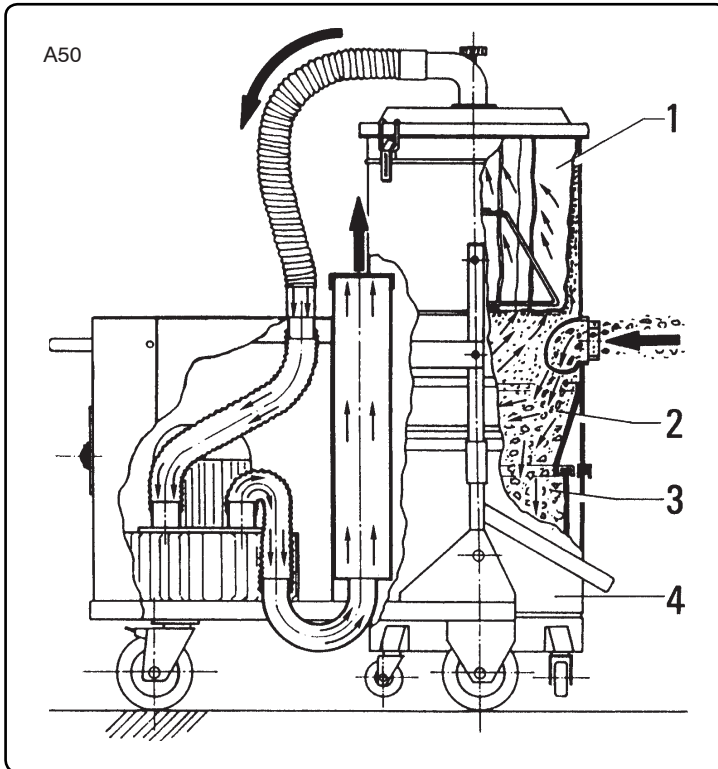

Fig. 6.7.1
- a - Filter "1" Abb. 6.7.1 der Kategorie C anstatt der Gruppe G;